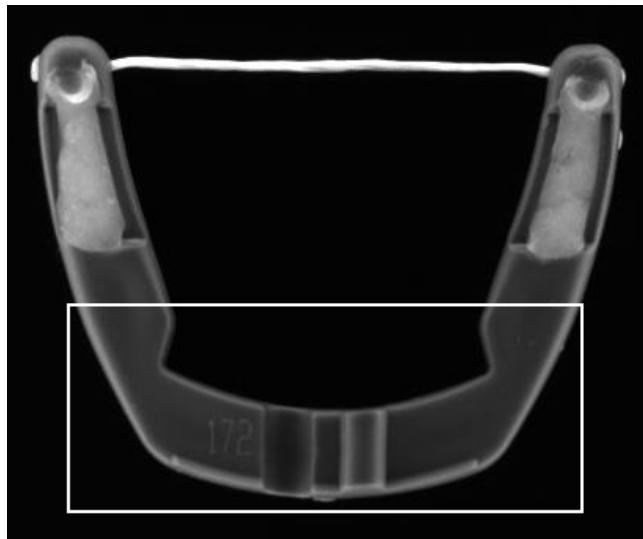

図 5-1 テンプレートパターンを作成する
3. 図 5-1 に示すように、デンタルフロスのベースの周辺に長方形を描画します。この領域がパターンマッチングテンプレートになります。